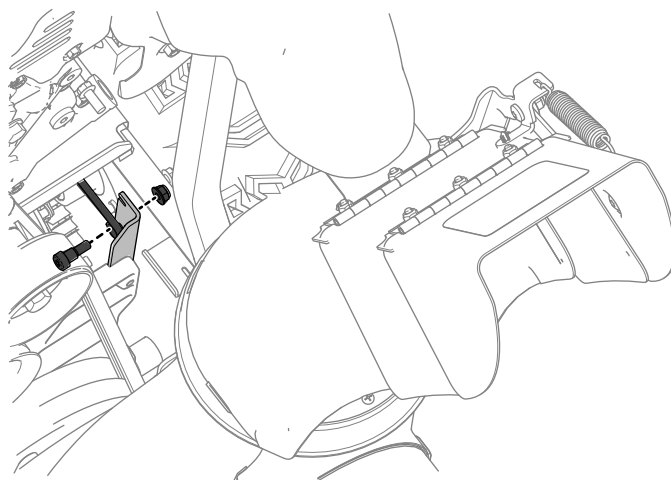

Figur 7
- Fastgør traktionskablet på traktionskablets nye beslag som vist i Figur 7.
Bemærk: Sørg for, at traktionskablet placeres som vist i Figur 7.